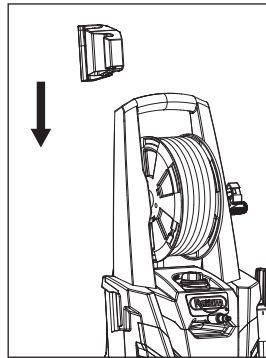

Figure 3 - Fixer le crochet de rangement
1. Fixer le crochet de rangement (voir la figure 3).